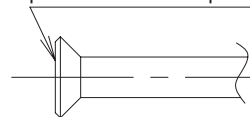

Fig. 11
- Cuando haga una conexión abocinada, recubra la superficie abocinada interna solamente con éter de petróleo o éster de petróleo. (Consulte Fig. 11)